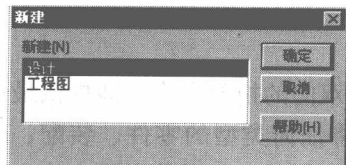
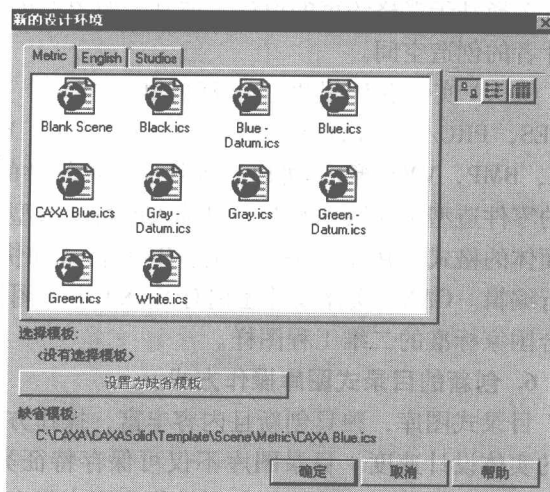

图 1-1 【新建】对话框
图 1-2 【新的设计环境】对话框
- 2) 选择【新文件】，系统弹出【新建】对话框，如图 1-1 所示；选择【设计】选项，然后单击【确定】按钮，系统弹出【新的设计环境】对话框，如图 1-2 所示。